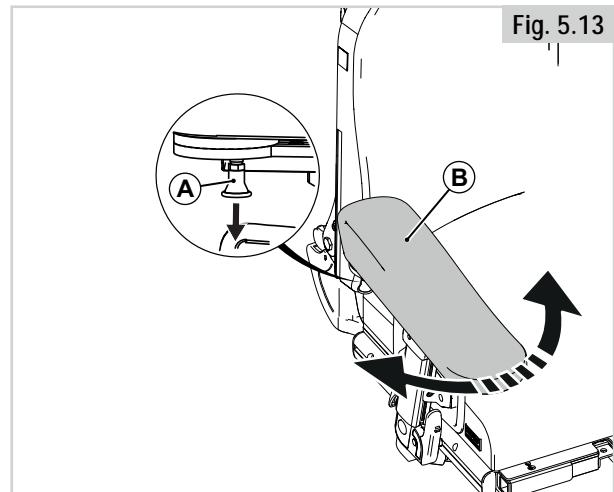

Fig. 5.13
5.8 Hemiplegi-armlæn (Fig. 5.13)
- Træk (A) ud af den låste position og drej (B) i den ønskede position.